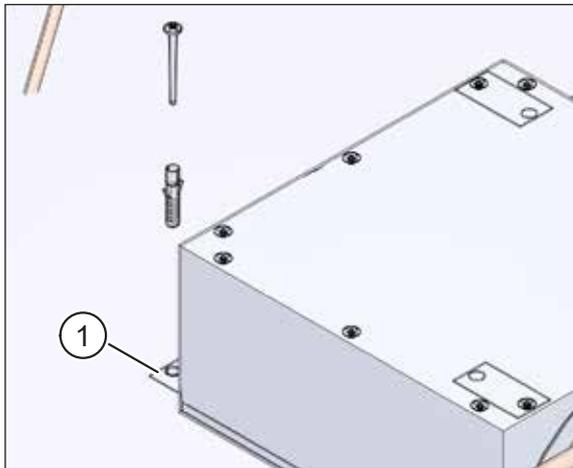
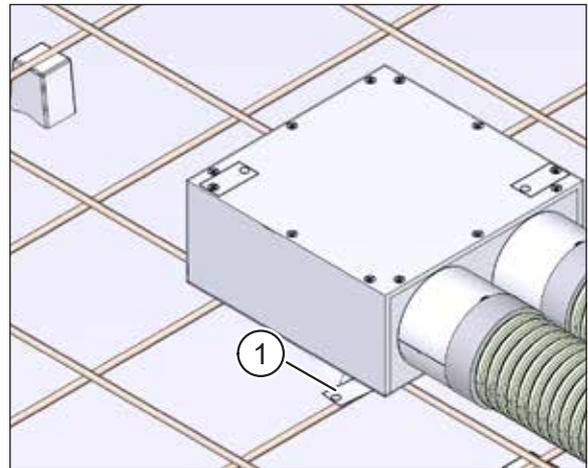

Abb. 17: Deckenkasten Stahlblech an Filigrandecke befestigen
Abb. 18: Deckenkasten Stahlblech an Ortbetondecke befestigen
- Abb. 17: Befestigung auf der Filigrandecke
- Abb. 18: Befestigung bündig zur Deckenschalung der Ortbetondecke (z. B. mit Kabelbinder oder Draht)
- ▶ Der Deckenkasten Stahlblech kann an den ausklappbaren Haltelaschen (Pos. 1 in Abb. 17 und Abb. 18) befestigt werden.